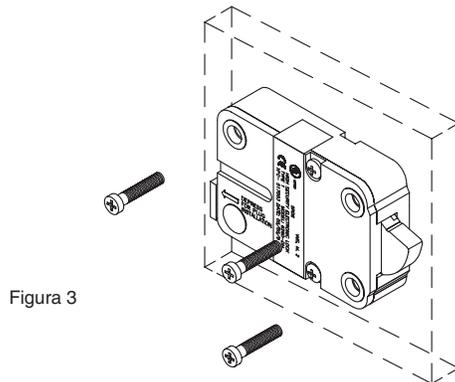

Figura 3
4. Montare la serratura con le tre viti US 1/4-20 (metriche M6X1). La coppia consigliata per le viti di montaggio alla serratura a chiavistello oscillante è di 30 in./lbs. (3,4 Nm). (Figura 3).